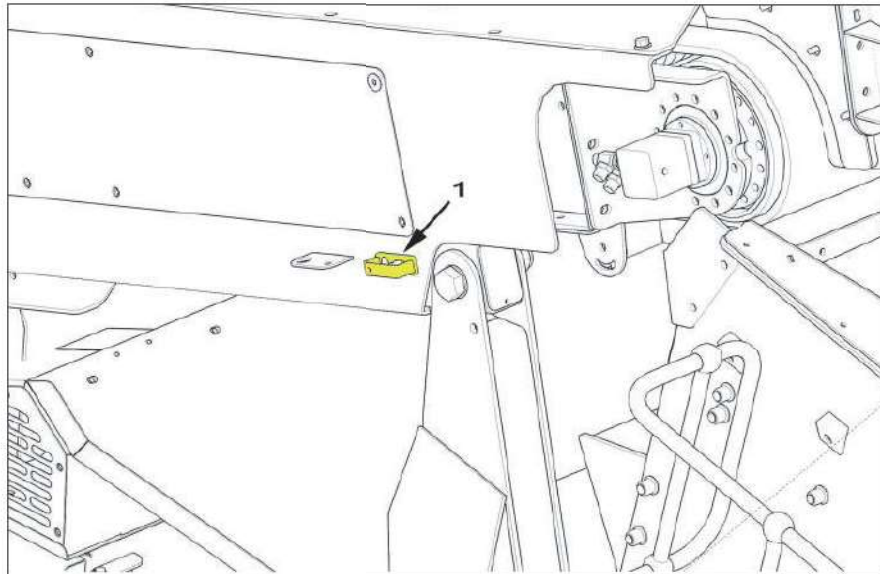

Figure 4.43 - Bedrijfsposities van toevoerband
3. Wanneer de band volledig naar voren gebracht is, bevestigt u de positioneringspen (1) op afb. 4.43 om te voorkomen dat de toevoerband na verloop van tijd weer achteruit schuift.